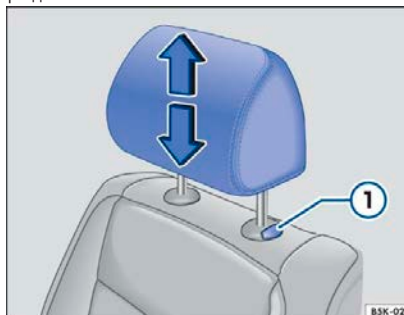

Рисунок 57 Регулировка подголовника переднего ряда сидений
– Нажмите на подголовник вверх или вниз в направлении стрелки, при необходимости нажмите и удерживайте кнопку → рис. 57  или → рис. 58  →